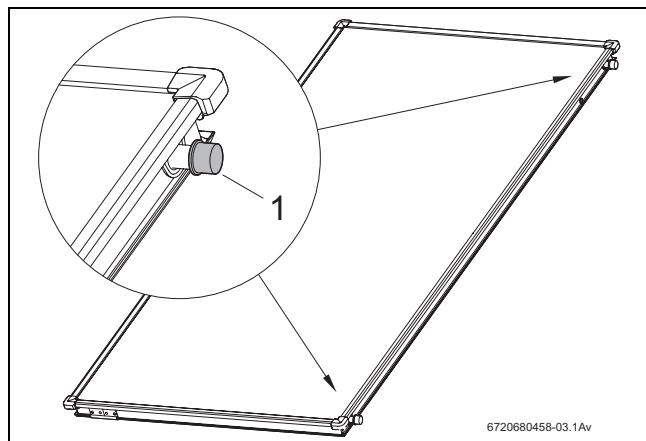

Fig. 4 Cappucci in plastica per gli attacchi dei collettori
- Rimuovere i cappucci in plastica (fig. 4, [1]) solo poco prima del montaggio.